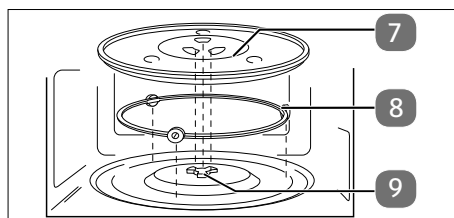

Abb. 4 – Glas-Drehteller einsetzen
- ▶ Setzen Sie den Rollenring in die Vertiefung im Garraum und legen Sie dann den Glas-Drehteller mittig auf die Antriebswelle (**siehe Abb. 4**), so dass die Stege des Glas-Drehtellers zwischen den Flügeln der Antriebswelle liegen.